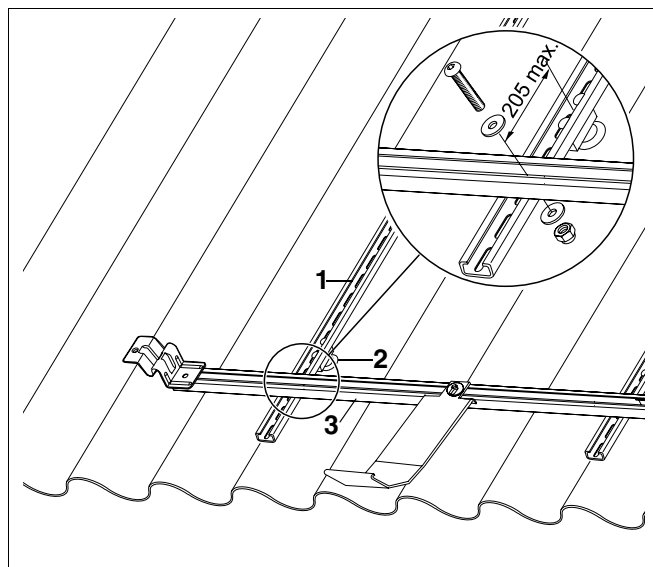

Fig. 9 Fissaggio delle guide profilate orizzontali
La distanza dalle guide profilate orizzontali al blocco di fissaggio non deve superare 205 mm (centro/centro) (fig. 9).
- Fissate le guide profilate orizzontali alle guide profilate verticali con le viti ad esagono incassato, M8 x 50 e due rondelle per M8 (fig. 9).